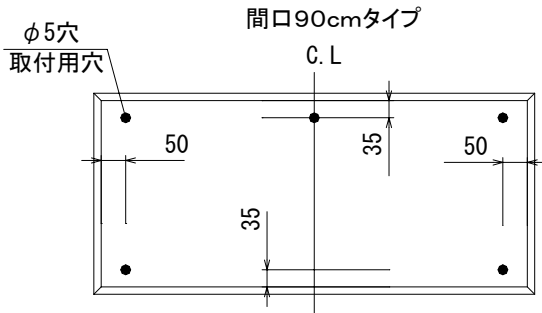

図3-1-1
- ①すべての扉をはずしてください。
- ②キャビネット背板の所定の位置にΦ5の穴を加工してください。(図3-1-1)
- ③連結するキャビネット側板のどちらか一方の所定の位置にΦ5の穴を加工してください。